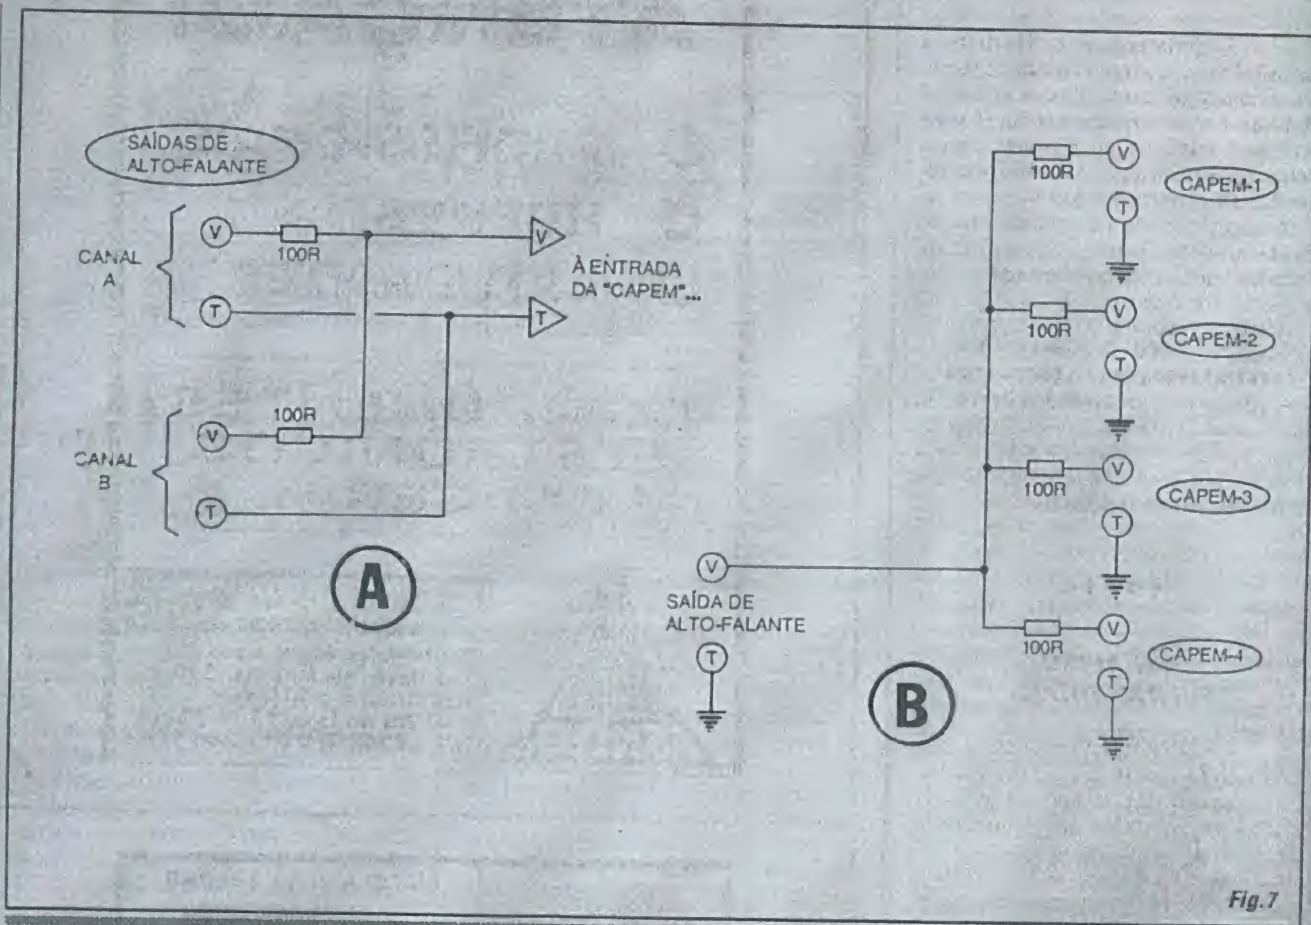

Fig. 7
- FIG. 7 - MAIS DETALHES E "DICAS" SOBRE AS CONEXÕES DE ENTRADA DE SINAL... - A CAPEM é, basicamente, uma configuração *mono*, mesmo porque não há a menor necessidade - para os fins a que se destina a montagem - de amplificação em *estéreo* (cujo efeito de "separação de canais" se perderia *completamente* ao ar livre...). Assim, recomenda-se que a *gravação* das